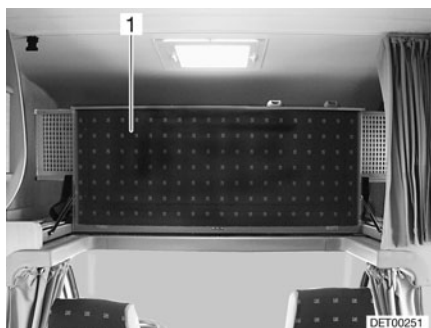

Fig. 96 Cama de alcoba, plegada hacia arriba
- Plegar hacia arriba la cama de alcoba (Fig. 96,1) delante. La cama de alcoba se mantiene en la posición superior mediante resortes por presión de gas.